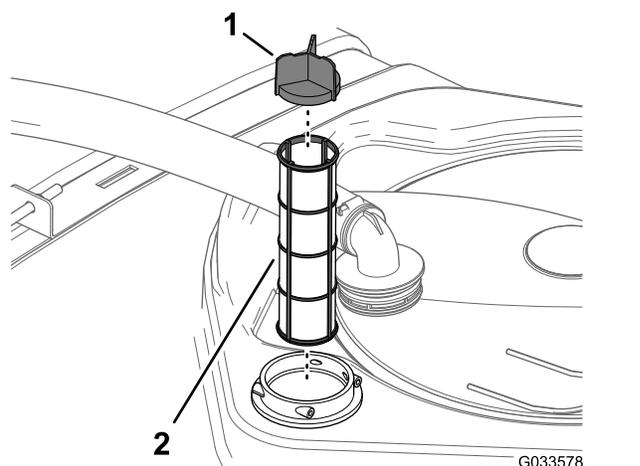

Figura 21
4. Retire el filtro de aspiración del alojamiento del filtro del depósito (Figura 21).